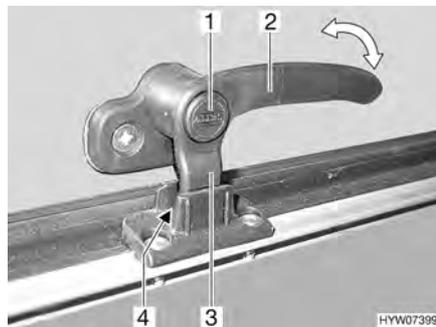

Fig. 65 Levier de verrouillage en position "Aération permanente"
- En position "Aération permanente" (Fig. 65)
- Enfoncer le bouton de sûreté (Fig. 65,1) et le maintenir enfoncé.
- Tourner le levier de verrouillage (Fig. 65,3) d'un quart de tour vers le centre de la fenêtre.
- Remettre le levier de verrouillage en position initiale. Le tenon de verrouillage (Fig. 65,3) du levier de verrouillage doit pénétrer alors dans le logement prévu à cet effet dans le verrouillage de fenêtre (Fig. 65,4).
- Relâcher le bouton de sûreté (Fig. 65,1).